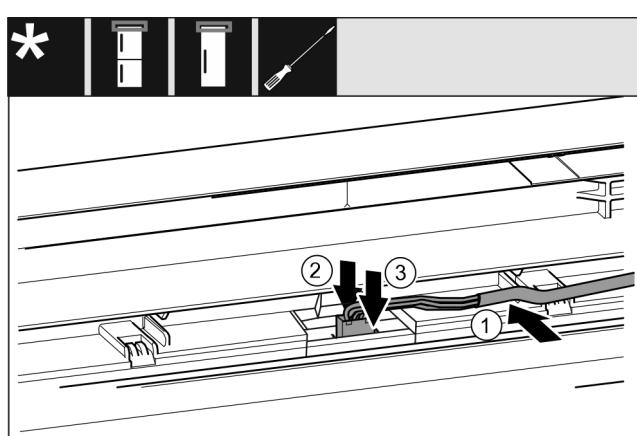

Fig. 44
- ▶ Šedý kabel vložte do vedení v horních dvírkách. Fig. 44 (1)
- ▶ Západku zatlačte dozadu. Fig. 44 (2)
- ▶ Zaklapněte zástrčku. Fig. 44 (3)